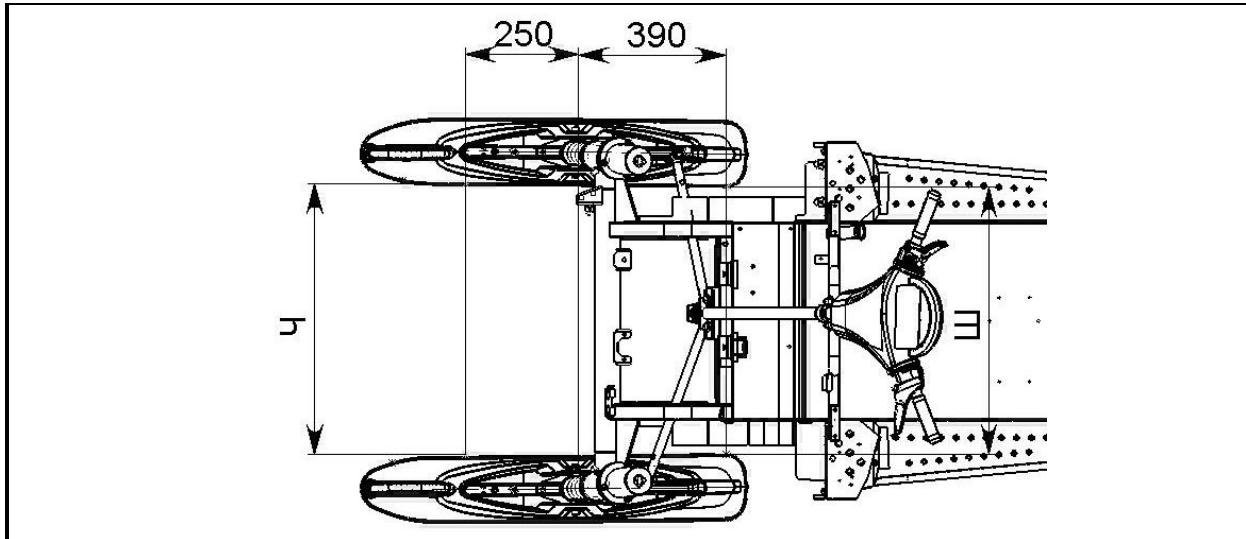

Рисунок 38 – Регулировка схождения лыж
- вращением рулевых тяг добейтесь, чтобы при положении лыж "прямо-вперед" расстояние Ч (рисунок 38) между передними частями лыж было больше на 10 мм, чем расстояние Ш между задними частями лыж ($\text{Ч}-\text{Ш}=10$ мм);